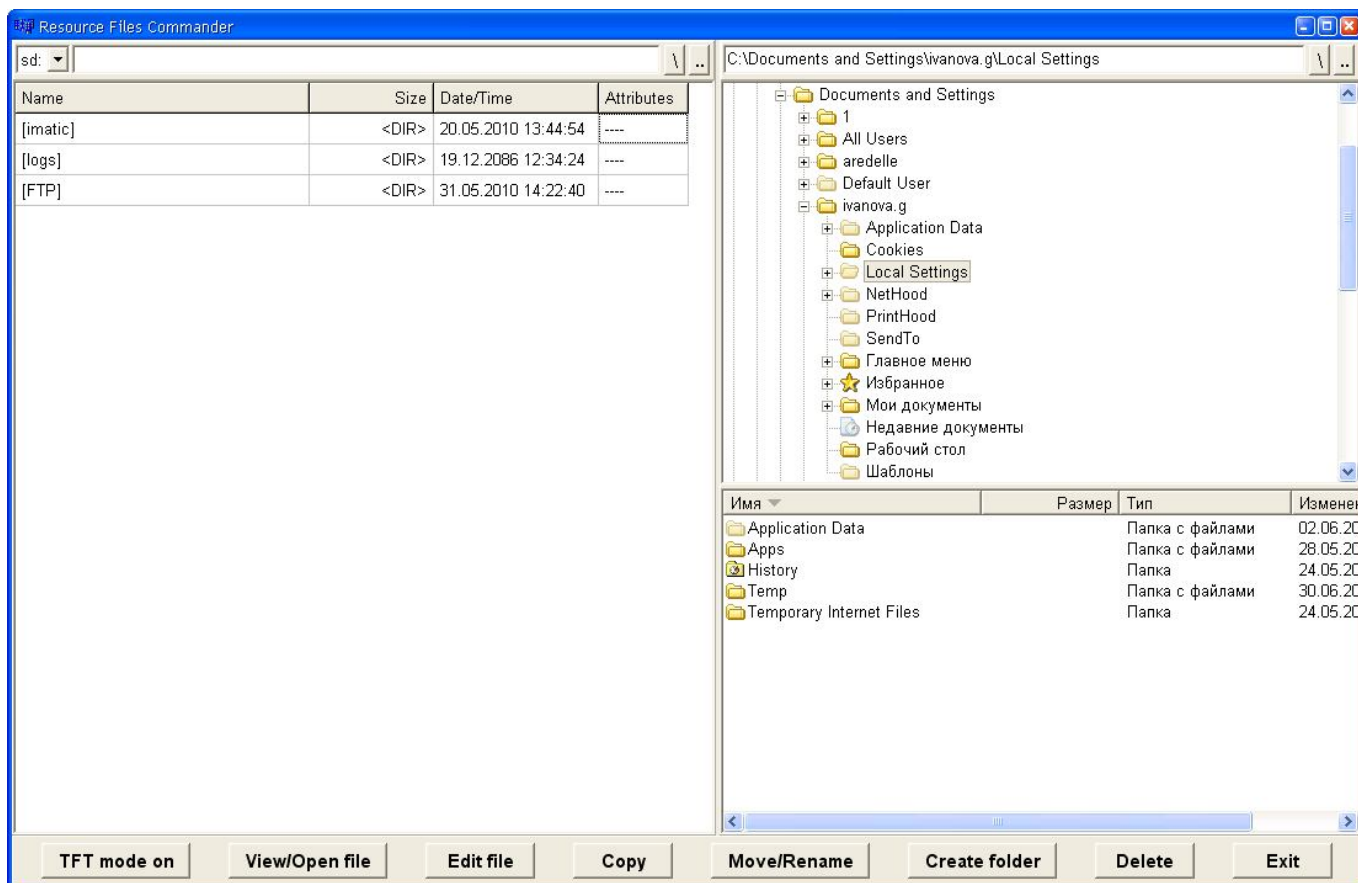

Рисунок 5 – Окно «Файловый менеджер»
- «Файловый менеджер» («Resources files») – открывает встроенную утилиту «Recourse Files Commander», рисунок 5, для считывания информации, позволяет считать информацию из встроенной памяти изделия или с внешней карты памяти MicroSD, установленной в изделии без ее